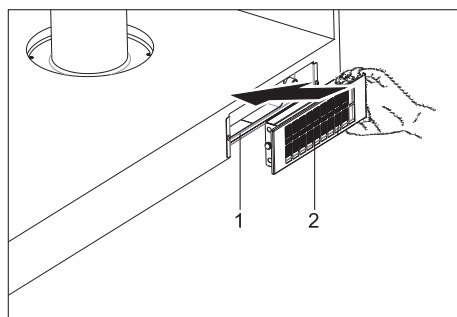

Abb. 2
2. ➤ Placera kolfiltret (Fig. 2/2) i kolfilterkabinettet (Fig. 2/1)